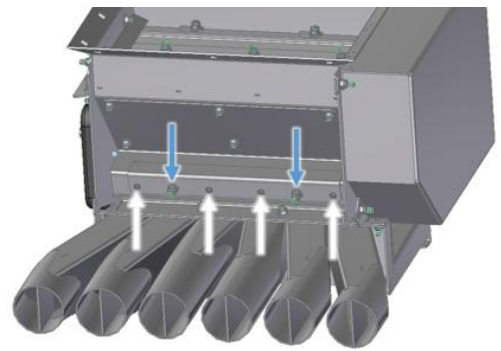

Figura 38
- Sobre las salidas de producto para esparcir existen 4 tornillos con un accionamiento TX25. Encima existe una chapa de fijación sujeta con 2 tornillos hexagonales SW10 (véase Figura 38).